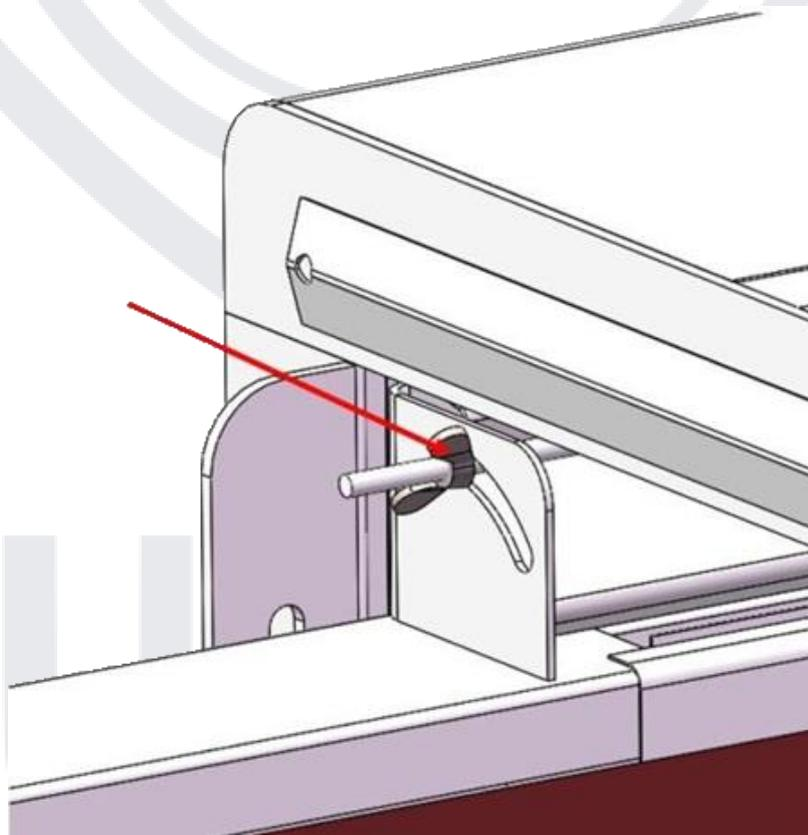

Рис. 6 Регулировка угла наклона дефлекторов
- 4) При необходимости вы можете отрегулировать направление воздуха, изменив углы наклона дефлекторов направления воздуха с обеих сторон печи (Рис. 6). Для этого необходимо ослабить барашковые гайки.